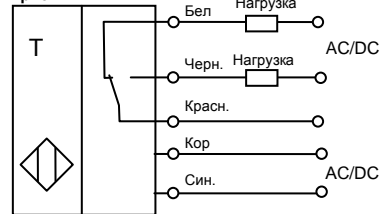

Рис. 1. Схемы подключения
3.5 Схемы подключения приведены на рис. 1.